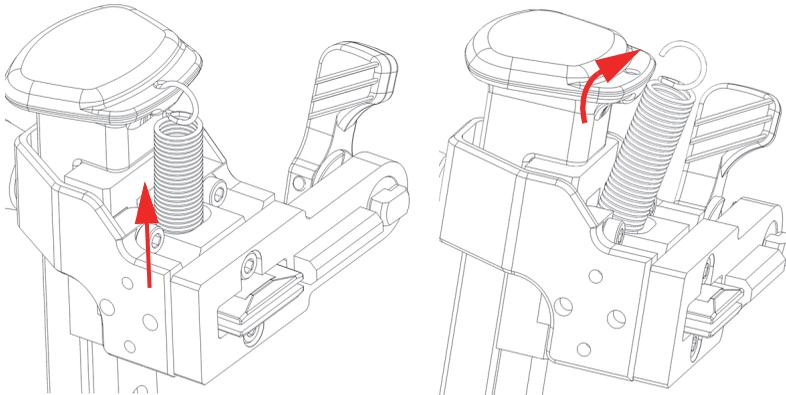

Figure 2-27 Retrait du ressort
2. Retirez la partie supérieure du ressort du trou situé dans la poignée de levage du bras à ressort (Figure 2-27 à la page 56).